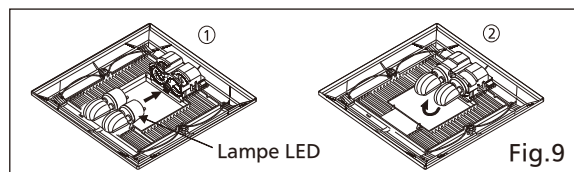

Fig.9
- ① Continuez à appuyer sur les fermoirs pour retirer le couvercle décoratif.
- ② Insérez le couvercle du capteur (de fixation pour FV-MSVK1) dans la fente.
11. Installez la lampe LED. (Voir Fig.9)
4. Installez les lampes à LED (CX-GU24-H-B, 7W) comme illustré aux étapes ① et ② de la Fig.9 (Page 9).